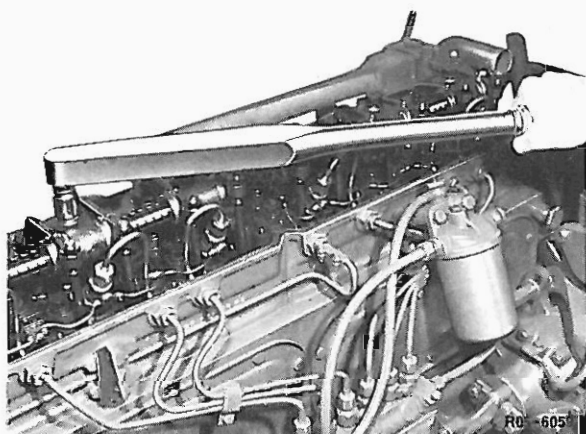

Bild 2
- 7 Kipphebelwerk aufsetzen und mit Drehmoment-schlüssel 001 589 39 21 01 festziehen (Bild 2).